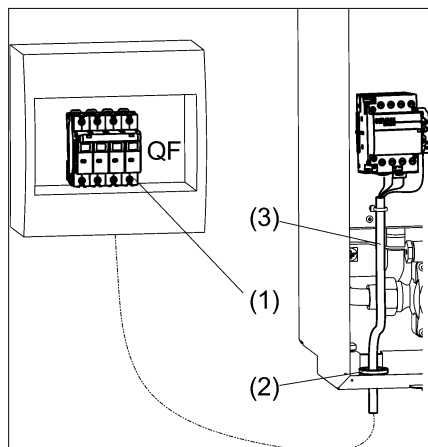

Рисунок 7. Подключение прибора к электросети
**6.2.3** Подключение прибора к электрической сети осуществляется только через внешний автоматический выключатель QF (см. рис. 7) с номинальным током (In) указанным в таблице 2.
(1) Выполните монтаж автоматического выключателя QF в непосредственной близости от прибора и доступным для визуального обзора месте (см. рис. 7);